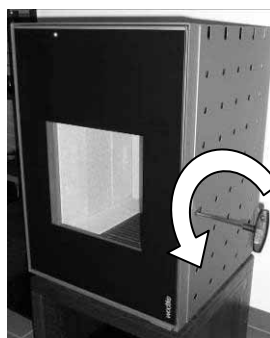

Abbildung 37: Öffnen des Feuerraumtüre
- Feuerraumtüre mit Hilfe des Steckschlüssels öffnen (siehe Abbildung 37).